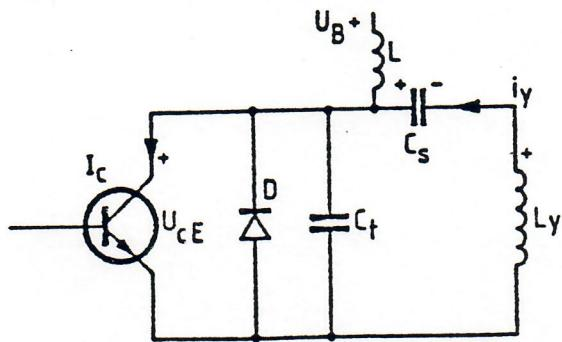

Fig 5
Strömbrytaren i fig ersätts i det praktiska fallet med en transistor och en diod samt batteriet av en kondensator (C_s), som laddas upp via en induktans (L). Se fig. 5. F.g.a. att bildskärmens krökningsradie är större än avståndet mellan avlänningsplanet och bildskärmens mitt, är det nödvändigt att ha en något S-formad avlänningsström. Detta åstadkoms genom att avlänningsströmmen får passera kondensatoren C_s , som då upp- och urladdas beroende på avlänningsströmmens riktning och alltså ger en varierande drivspänning till avlänningsheten under svepet.